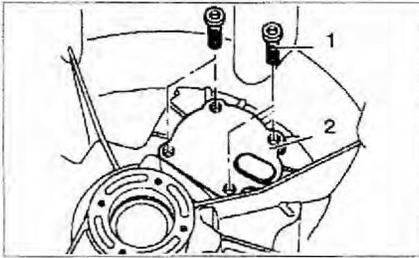

Рис. 4.48. Отсоедините крышку подшипника 2.
1. Отсоедините крышку подшипника 2 (рис. 4.48).